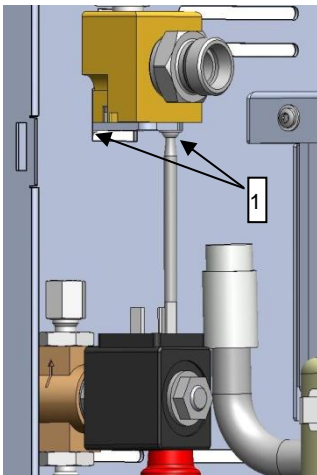

Abb. 1: Torx- Schrauben lösen
- Torx- Schrauben (1) der Montageplatte für Schallwandler lösen (→ Abb. 1).